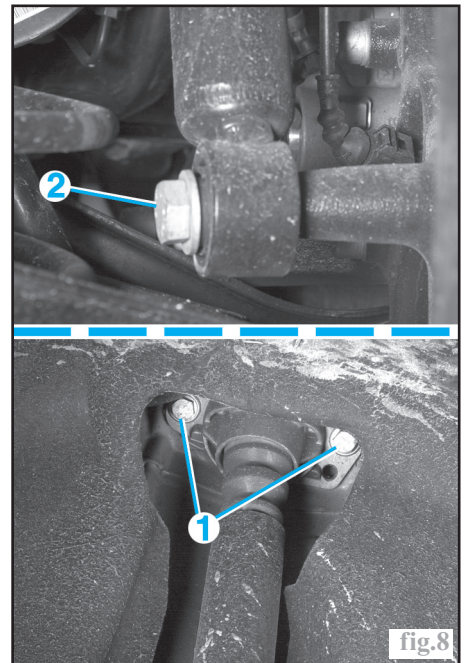

fig.8
- Les vis (8) de la rotule inférieure (Fig.8, chapitre "Direction").
- L'écrou de fixation supérieure de l'amortisseur (1) (Fig.8).
- L'écrou de fixation inférieure de l'amortisseur (2).